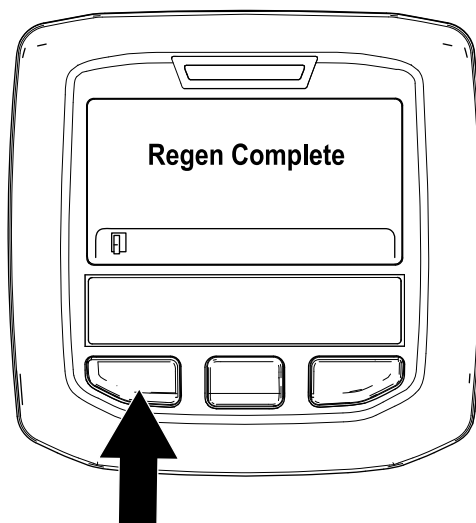

Figura 41
- A regeneração em estacionamento está concluída quando a mensagem “Regen Complete” (Regen. completa) surge no InfoCenter. Prima o botão esquerdo para sair para o ecrã inicial (Figura 41).